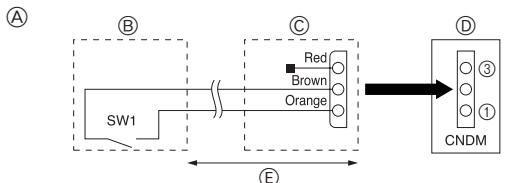

Fig. 9-1
④ Soğutucu sızıntı tespiti (ilk test) çalışmasını iptal etmek için 3 saniye ya da daha uzun süre **TEST** düğmesine veya **① ON/OFF** düğmesine basın.
9.1. Düşük sesli mod (yerinde değişiklik) (Fig. 9-1)